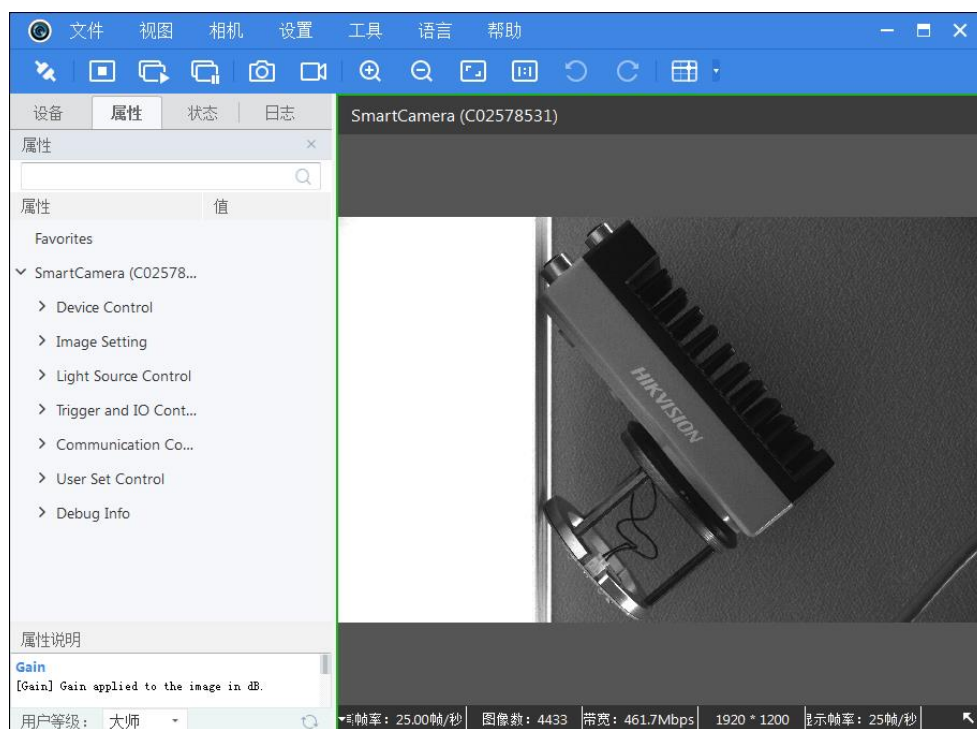

图3-6 X86 开放平台预览界面
3. 预览出图后，可通过调整镜头的光圈、焦距、设备的曝光时间、增益等参数调节图像效果，如图 3-6 所示。